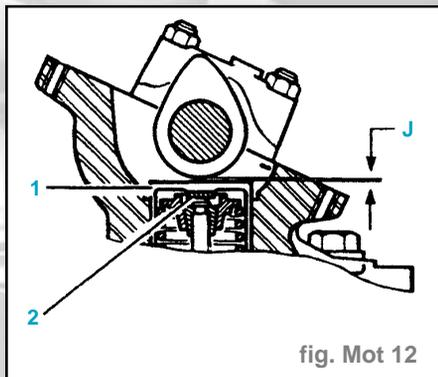

fig. Mot 12
- Mettre la soupape d'échappement du cylindre n°1 en pleine ouverture et contrôler le jeu à la soupape d'échappement (4) et à la soupape d'admission (3).
- Contrôler avec une jauge d'épaisseur, le jeu entre lame et poussoir (fig. Mot 12).
- Si les valeurs de jeux (J) relevées sont incorrectes (fig. Mot 12) déposer :
- les poussoirs (1) (fig. Mot 12),
- les grains de réglage (2).